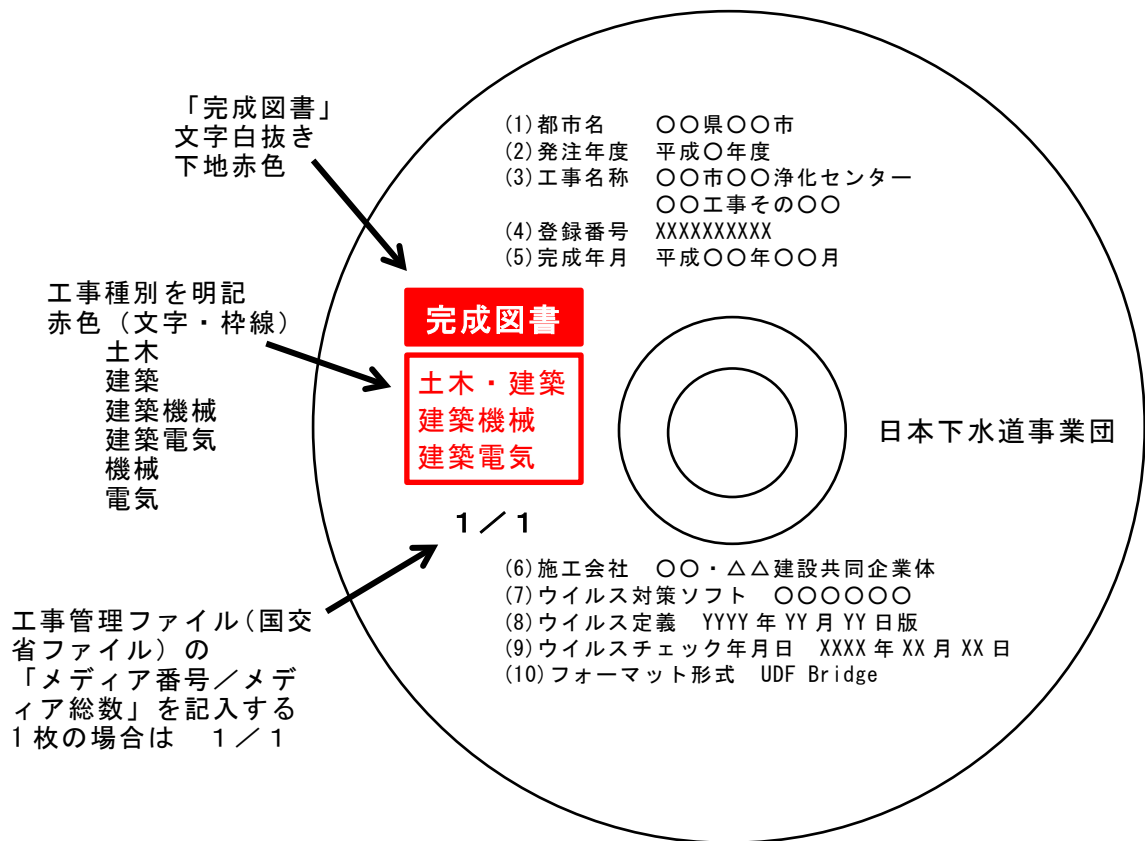

図 10-2 電子媒体ラベル面への表記
- 電子媒体のラベル面の表面には、以下の項目を直接印刷する（図 10-2）。
- 電子媒体のラベル面は、図 10-2 に示すとおり直接印刷する。シールは、温湿度の変化で伸縮し、電子媒体に損傷を与えることがあるため、使用しない。